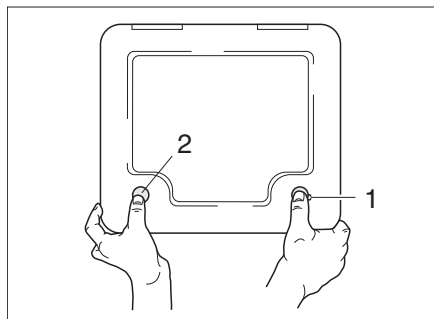

Fig. 5 Portillon extérieur de la cassette Thetford
- Insérer la clé dans le barillet du verrou à pression (Figure 5,1) et la tourner d'un quart de tour.
Le portillon extérieur (Figure 5) est maintenu par le bouton-poussoir magnétique (Figure 5,2) à la paroi extérieure du camping-car.
- Insérer la clé dans le barillet (Figure 5,1) et la tourner d'un quart de tour.